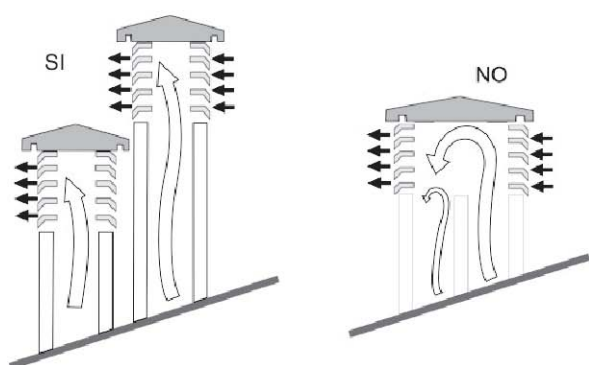

Fig.3
- Qualora si utilizzino canne fumarie ad uscite parallele, si consiglia di alzare di un elemento la canna controvento (*fig. 3*).